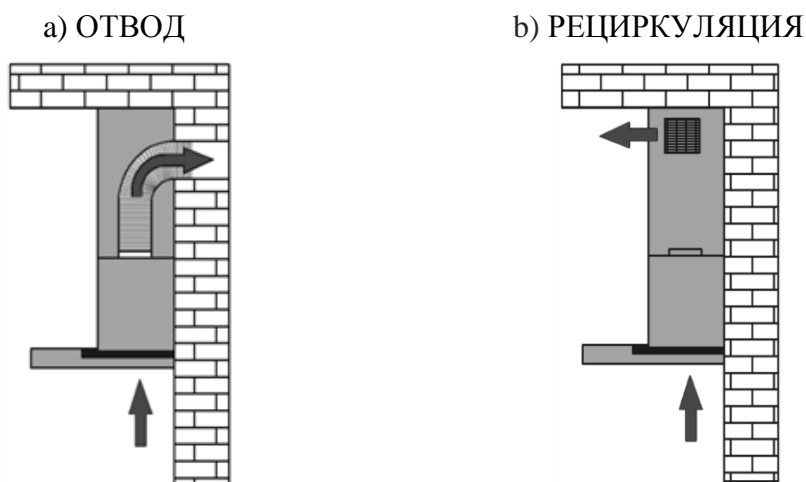

Рис. 4
1) Отвода (рис. 4а) – воздух удаляется из помещения через соединение вытяжки с вентиляционным каналом жестким пластиковым воздуховодом или гофрированным шлангом диаметром в 100 мм (с применением соответствующего переходника), или с помощью металлических труб, соединительных колен и вентиляционных решеток с квадратным сечением 90х90 мм. И, таким образом, все кухонные испарения, запахи, гарь и копоть, проходя через многоразовые алюминиевые жироулавливающие фильтры, выводятся за пределы помещения. При данном режиме работы нет необходимости устанавливать угольные фильтры. Режим отвода является наиболее эффективным, поскольку вытяжка удаляет все кухонные испарения за пределы кухни в вентиляционную шахту.
2) Рециркуляции (рис. 4б) – внутренняя циркуляция воздуха через угольные фильтры (рис. 3). Вытяжка в данном случае не подключается к вентиляционной шахте и, таким образом, воздух просто прогоняется через вытяжку внутри кухни.